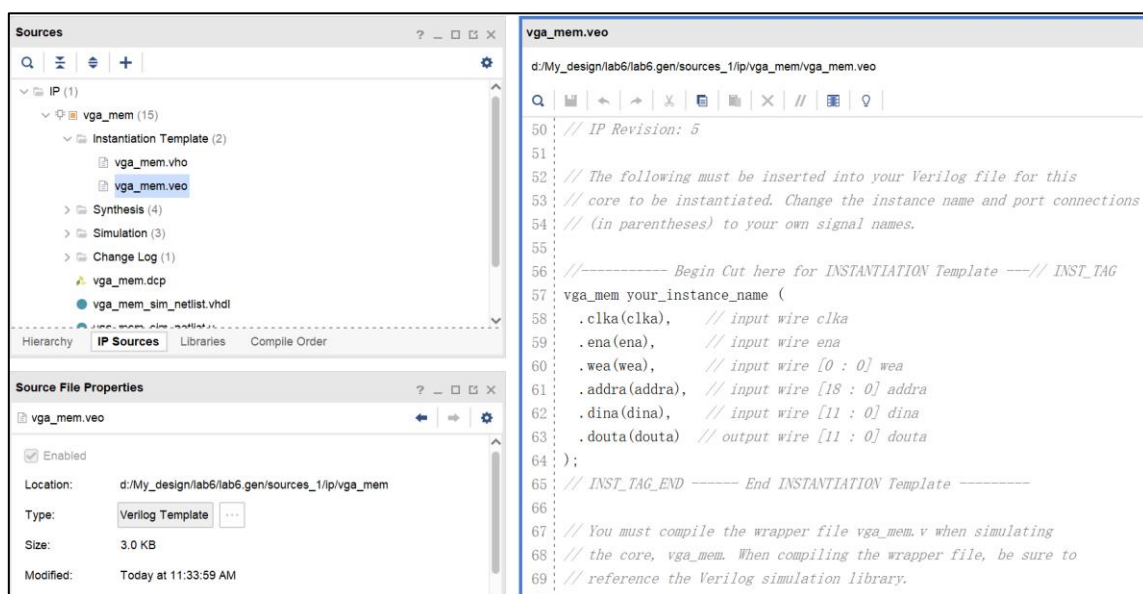

图 6.12 IP 核文件 vga_mem 的实例引用模板
7、点击“IP Sources”按钮，IP 核接口文件 vga_mem 下，点击实例模板 Instantiation Template，选择 vga_mem.veo 文件，显示在 Verilog 语言下 vga_mem 文件实例引用接口模板，如图 6.12 所示。